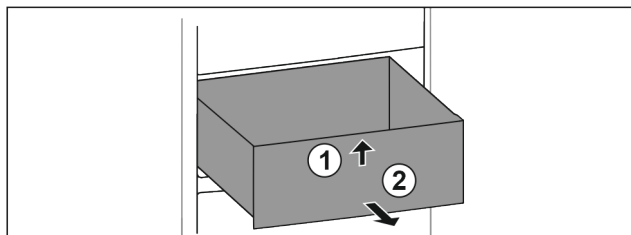

Fig. 97
- ▶ Приподнимите выдвижной ящик спереди. Fig. 97 (1)
- ▶ Извлеките выдвижной ящик движением вперед. Fig. 97 (2)